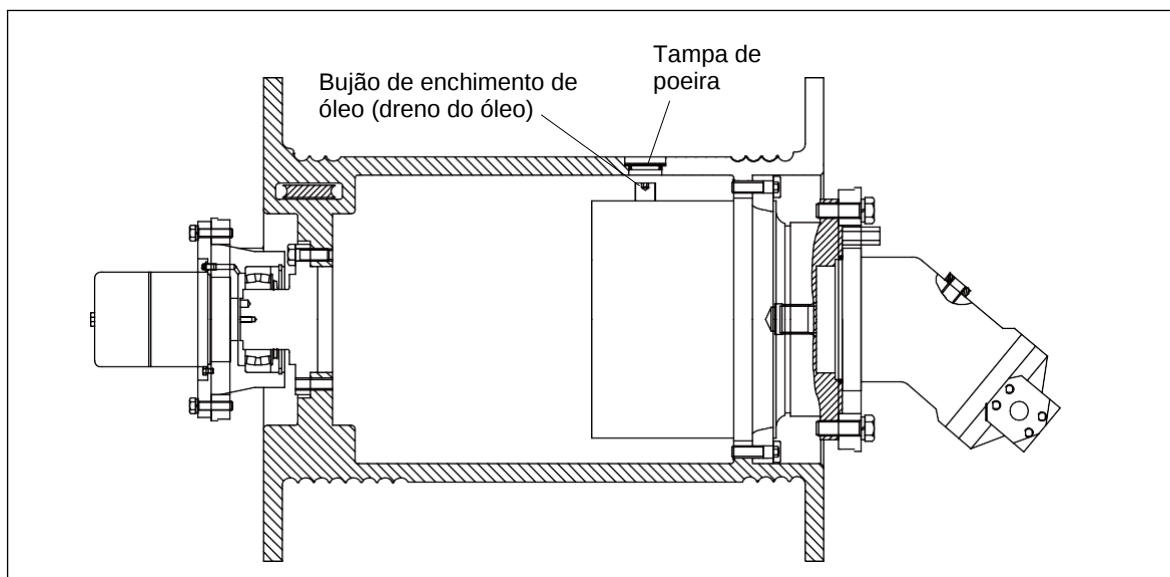

Figura 4-3 Bocal de enchimento de óleo do redutor do guincho
- 2) Remova a capa antipoeira e o bujão de enchimento de óleo (dreno de óleo). Consulte a figura 4-3.
- 3) Drene o óleo usado. Consulte a figura 4-3.